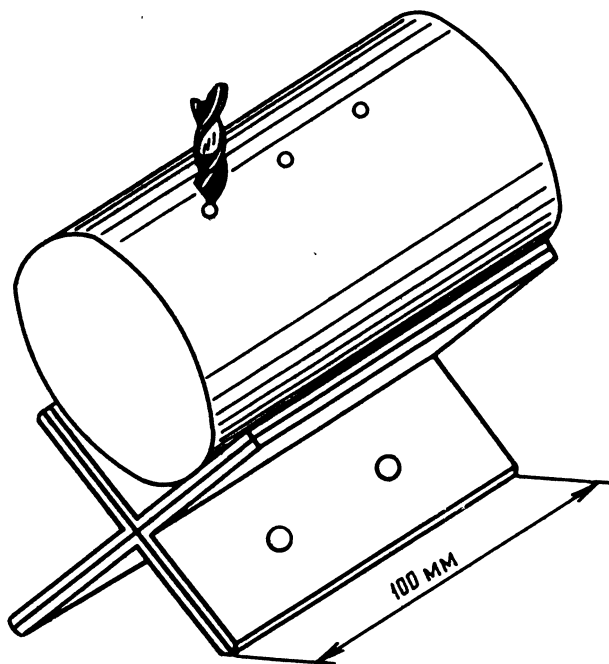

Рис. 4.37
- Для высверливания отверстий в цилиндрических заготовках хорошо использовать подставку (рис. 4.37), склепанную из 4 уголков.